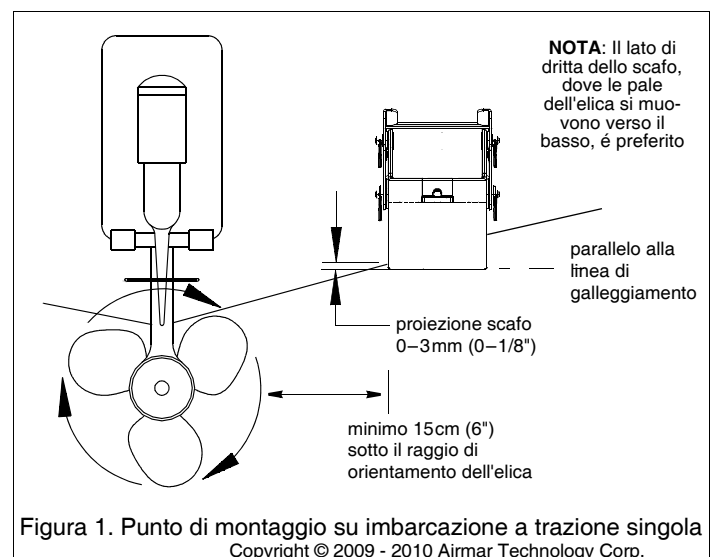

Figura 1. Punto di montaggio su imbarcazione a trazione singola
- È preferibile il montaggio sul lato di dritta, dove le pale dell'elica si muovono verso il basso (Figura 1).
- **Imbarcazioni a trazione singola**—Montare un minimo di 15 cm (6") sotto il raggio di orientamento dell'elica (Figura 1).
1. Nel punto scelto per il montaggio, posizionate il gruppo in modo che il trasduttore sporga di 3mm (1/8") sotto il bordo inferiore dello specchio di poppa (Figura 1). Verificate che il/i tassello/i sia/no in posizione. (Se necessario, fissate temporaneamente il/i tassello/i alla staffa con nastro adesivo). Con il trasduttore in posizione operativa, contrassegnate gli angoli inferiori della staffa.
- Utilizzando lo spazio di regolazione verticale nelle fessure della staffa, fate scorrere il gruppo verso l'alto e verso il basso finché l'angolo interno inferiore del trasduttore non sporge di 0-3mm (0-1/8") sotto il fondo dello scafo (Figura 1). Quando siete soddisfatti della posizione del trasduttore, stringete le quattro viti della staffa.
- Portate il trasduttore in una posizione più profonda nell'acqua a passi di 3mm (1/8") ciascuno (Figura 1).